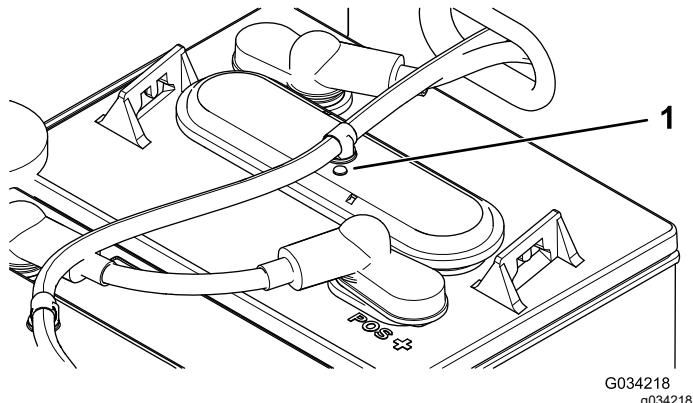

Figura 38
- Compruebe los ojales de cada batería para ver si son blancos o negros (Figura 38).